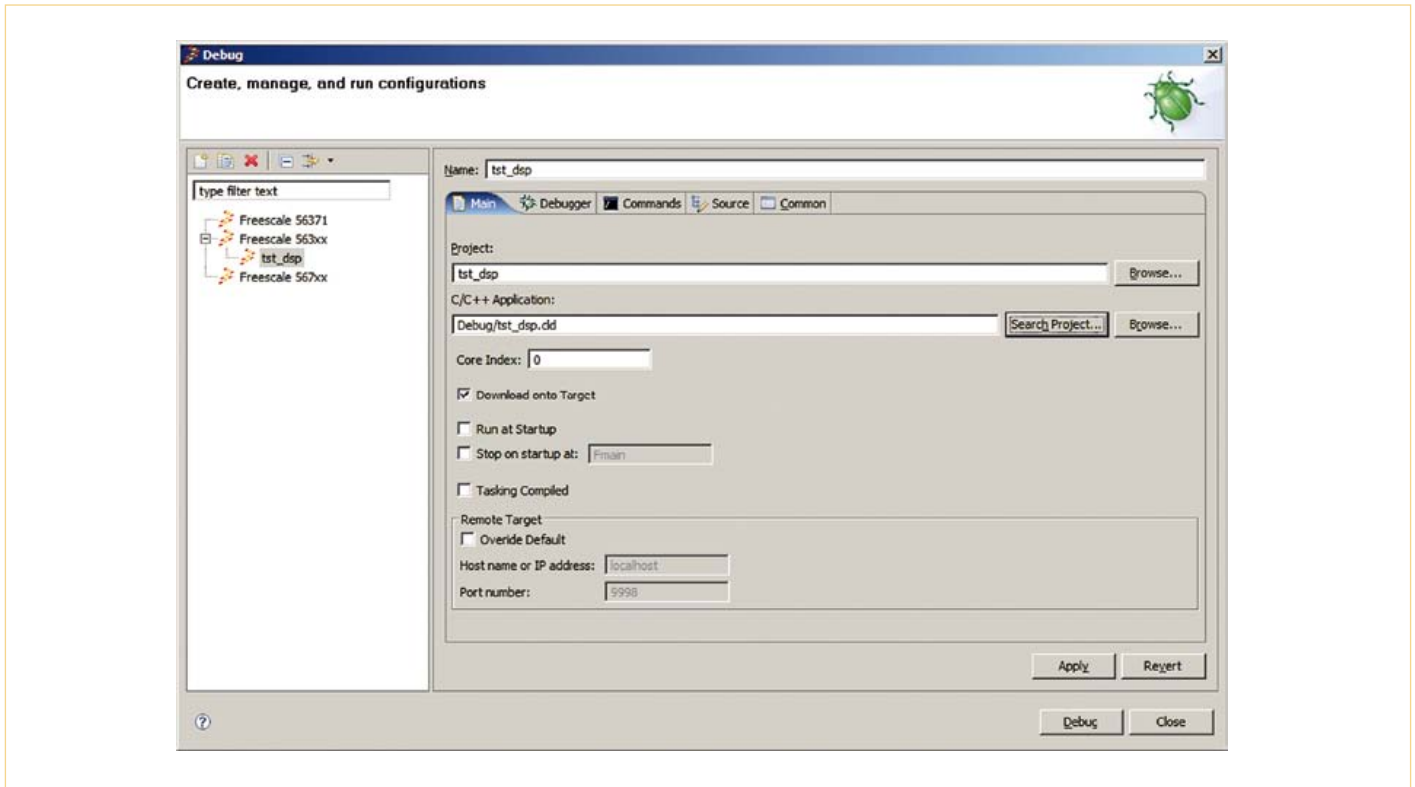

Figure 9 – Installation du débogueur.
9. Pour déboguer, sélectionner la ligne de menu `Run -> Debug`. Comme processeur, nous choisissons à nouveau (voir **figure 9**) le Freescale 563xx et nous créons une nouvelle configuration de débogage avec le bouton New Launch Configuration (« feuille de papier » avec un signe « plus » jaune). Cette configuration peut être créée aussi par un double clic sur Freescale 563xx.